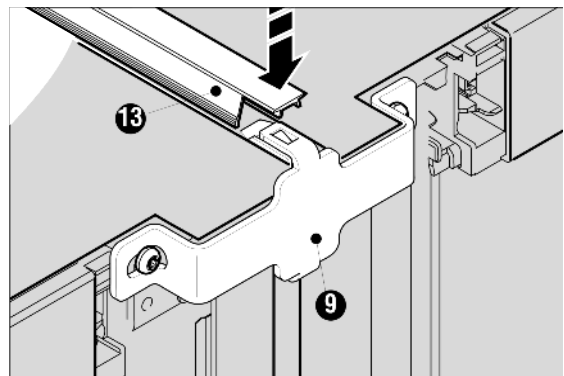

Fig. 7
- На верхней стороне вдавите в щель короткую планку Fig. 7 (13). Обратите внимание на то, чтобы вырез накладки был направлен к передней стороне устройства. Планка должна быть заподлицо с крышкой устройства на передней кромке.